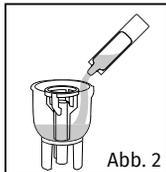

Abb. 2
4. Füllen Sie die Verneblerkammer mit dem Arzneimittel auf, das von Ihrem Arzt vorgeschrieben ist. (Abbildung 2).